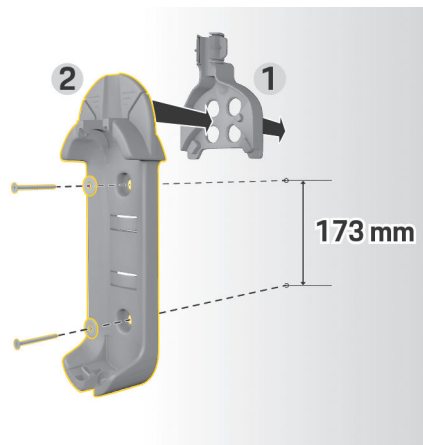

Fig. 226 Bormål
3. Trykk veggholderen (grunnversjon) 2 (Fig. 226) forfra inn i kabelføringen 1 (Fig. 226).